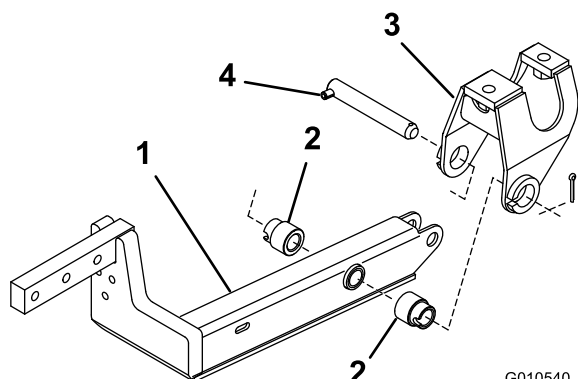

図 2
- ピボットブラケットに、昇降アームを取り付ける；スペーサ（2個）、ピボットピン（1本）、とコッターピン（5/32 x 1-3/4 インチ）を使用する。昇降アームを、曲がった部分が外側を向くようにして取り付ける。（図 2）